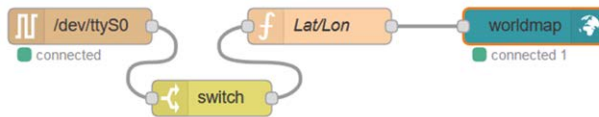

Figure 11.22 Programme de flux du projet
Le programme de flux de ce projet est illustré à la figure 11.22. Il se compose de 4 nœuds : **en série** dans nœud pour recevoir les données GPS en temps réel, un commutateur **nœud pour extraire les phrases \$GPGLL**, un fonction **nœud pour extraire la latitude et la longitude en format degrés**, et un carte du monde **nœud pour afficher notre position sur une carte**.
- Rejoindre tous les nœuds comme dans la figure 11.22 et cliquer **Déployer**.